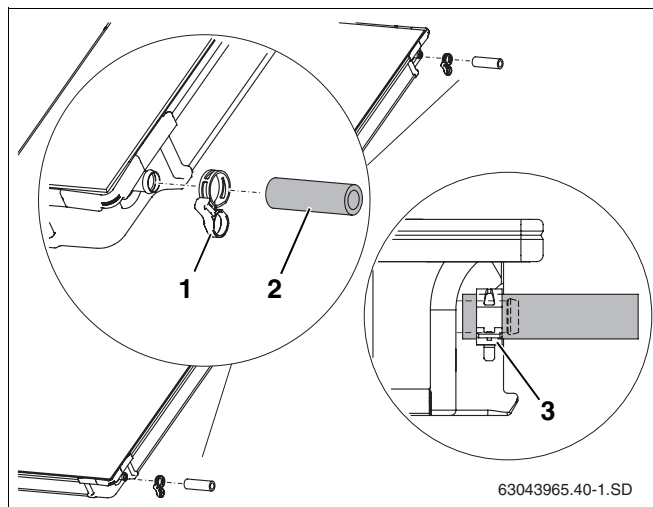

Fig. 20 Premontaggio del kit di collegamento
- Spingere i tubi di gomma 95 mm per solare (fig. 20, **pos. 2**) sui raccordi di destra del secondo collettore e di tutti quelli successivi.
- Far scorrere le fascette elastiche (fig. 20, **pos. 1**) sul tubo di gomma per solare (la seconda fascetta assicura successivamente il collegamento dell'altro collettore).
- Quando la fascetta elastica è ben posizionata nella sua sede, estrarre l'anello di sicurezza per fissare il collegamento (fig. 20, **pos. 3**).